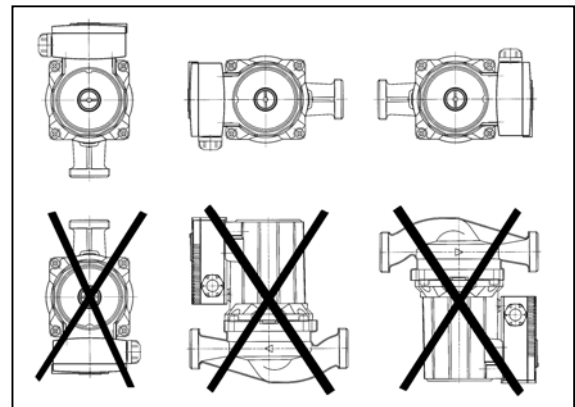

Рис. 2
- Насос должен монтироваться с горизонтальным валом насоса (см. рис. 2).